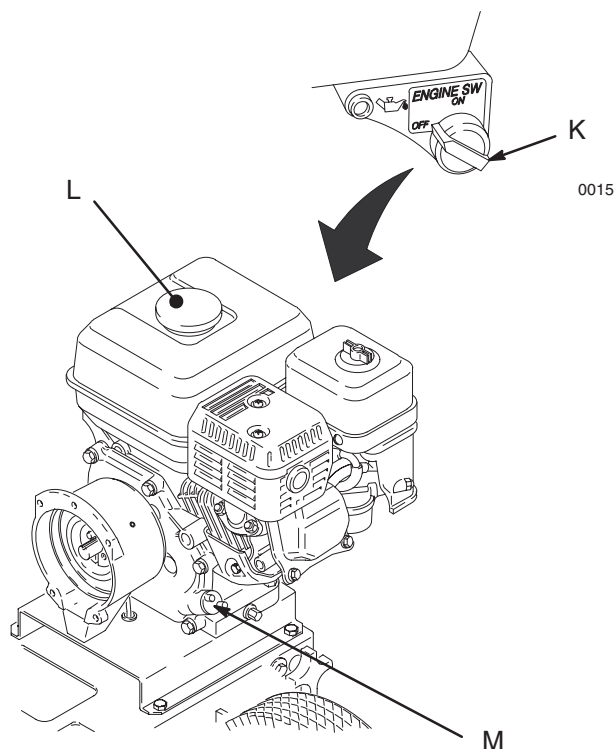

Fig. 3
3. **Vérifier le niveau d'huile du moteur.** Se reporter au manuel du moteur Honda fourni. Il s'agit d'un résumé des informations suivantes: retirer l'un des bouchons de remplissage d'huile (M); l'huile doit quasiment déborder. Voir Fig. 3. Ajouter de l'huile le cas échéant.
Toujours mettre le commutateur marche-arrêt du moteur (K) sur arrêt avant de faire le plein de carburant (Fig. 3).
Ne pas faire déborder le réservoir. Veiller à ce que le bouchon du réservoir d'essence (L) soit bien fermé après avoir fait le plein (Fig. 3).
5. **Arrêter et laisser refroidir le moteur avant de faire le plein (Fig. 3).**